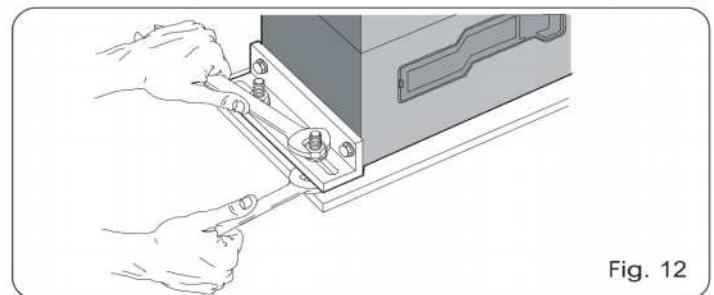

Fig. 12
- 5) Fije el motorreductor sobre la placa de cimentación apretando las tuercas como muestra la Fig. 12.